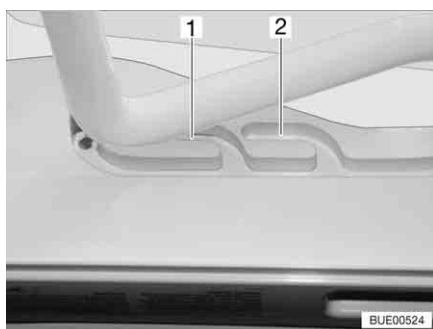
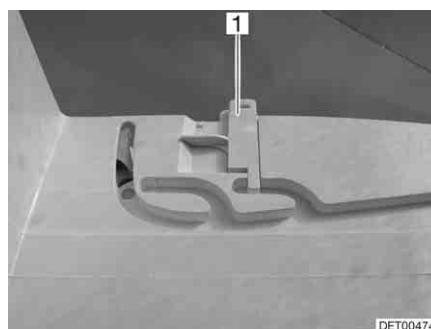

Fig. 21 Oblò inclinabile in posizione di ricircolo d'aria
Fig. 22 Bloccaggio in posizione di ricircolo d'aria
È possibile portare l'oblò inclinabile in due posizioni di ricircolo d'aria: Posizione brutto tempo (Fig. 21,1) e posizione centrale (Fig. 21,2). A seconda del modello è possibile bloccare l'oblò nella posizione centrale con il chiavistello (Fig. 22,1).
- Premere la staffa leggermente verso l'alto, spingerla nella guida selezionata (Fig. 21,1 o 2) ed eventualmente bloccarla.